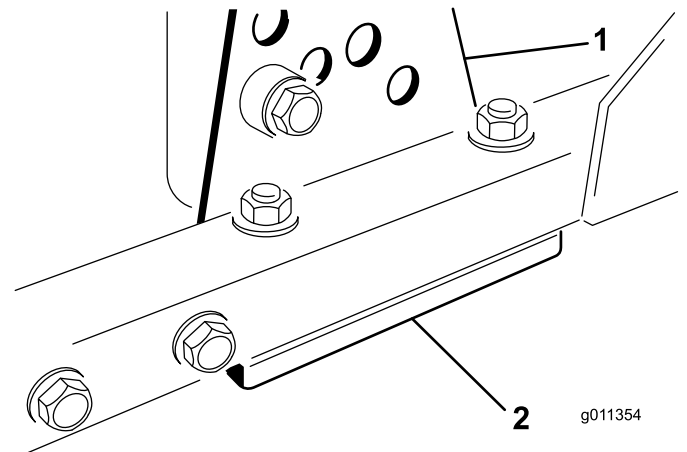

図 123
1. 刈り高ブラケット前、左、右のうち1つをカッティングユニットのフレームから外す図 123。
2. カッティングユニットのフレームとブラケットとの間に厚さ 1.5 mm または 0.7 mm のシム、場合によってはこれらの両方を挿入して、希望する刈高を達成する図 123。